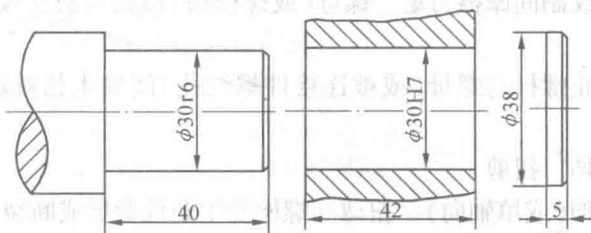

图 2.29
已知条件:(1) 轴端、轮毂及轴端挡圈尺寸如图 2.29 所示。
(2) 采用 M6×16 六角头螺栓。